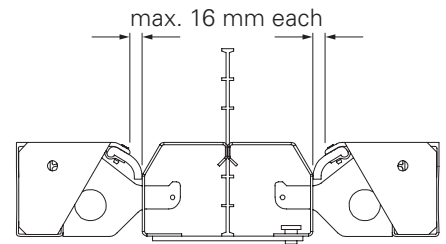

Fig. B8.07
- 1x Stop. Panel TRIO MTF (**102**) (Fig. B8.07)